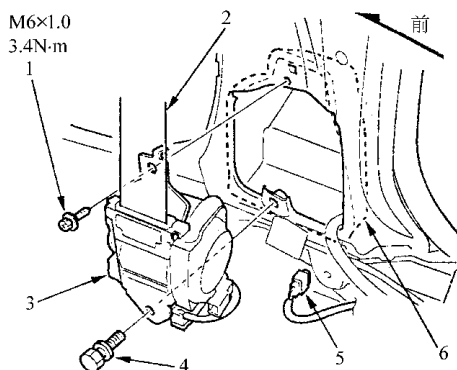

图 11-4 断开座椅安全带张紧器装置插接器
5) 如图 11-4 所示，断开座椅安全带张紧器装置插接器。拆卸上收紧器自攻装配螺钉和下收紧装置螺栓。然后，拆卸前排座椅安全带和张紧器。